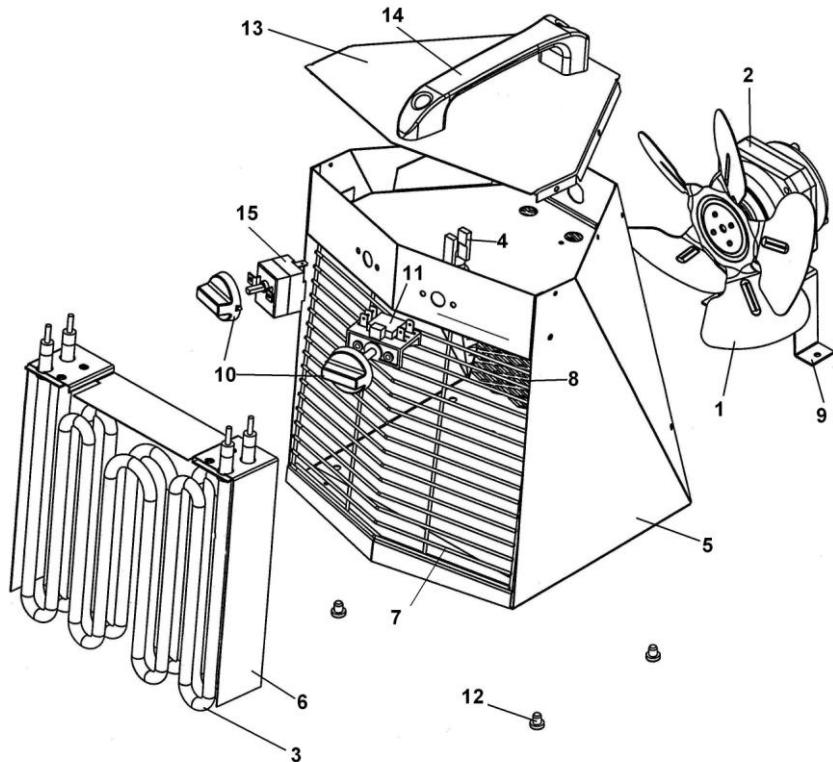

Рис.1
Соответствие положений ручки переключателя режимов работы (10) (рис.1):
Переключатель 11 (рис.1) на четыре положения предназначен для установления режимов работы.
Термостат 4 (рис.1) отключает ТЭНЫ в случае аварийного (ненормального) режима работы (перекрыто входное или выходное отверстие, перегрев вследствие остановки электродвигателя).
Терморегулятор (капиллярный термостат) 15 (рис.1) в тепловентиляторе ТТ-ЗТК предназначен для автоматического поддержания температуры в помещении на заданном уровне. При достижении заданной температуры терморегулятор отключает нагревательные элементы, оставляя включенным вентилятор. При понижении температуры всасываемого воздуха на 3-5°C вновь включает нагрев.
Установить переключатель режимов работы (11) рис. 1 тепловентилятора в положение «О» (отключено).
Переключатель режимов (11) рис.1 установить в выбранный режим. Установка режима автоматического поддерживания температуры для тепловентилятора ТТ- ЗТК выставляется следующим образом:
Ручку терморегулятора (10) рис.1 повернуть против часовой стрелки до упора;
Переключатель режимов работы (11) рис. 1 установить в положение нагрева. В этом случае тепловентилятор работает в режиме вентилятора. Плавно поворачивать ручку терморегулятора (10) рис.1 по часовой стрелке до щелчка включения терморегулятора, который произойдет при совпадении установки терморегулятора с температурой окружающего воздуха. Повернуть ручку терморегулятора (10) рис. 1 по часовой стрелке еще на некоторый угол. Терморегулятор не имеет отградуированной шкалы по температуре и установка ручки на желаемую температуру в помещении уточняется (определяется) потребителем в процессе эксплуатации.
установить переключатель режимов работы (11) рис. 1 в режим вентилятора «1». В этом режиме крыльчатка будет вращаться, а ТЭНЫ будут отключены.
Установить переключатель режимов (11) рис. 1 в положение «О» - отключено. В случае длительного перерыва в работе тепловентилятора вынуть вилку шнура питания из розетки.
Термостат 4 (рис.1) при ненормальном режиме работы тепловентилятора срабатывает и отключает ТЭНЫ.
переключатель режимов работы (11) рис. 1 установить в положение «О» (отключено); выяснить и устранить причину, вызвавшую срабатывание термовыключателя; переключатель режимов (11) рис. 1 установить в положение «1» (вентилятор) и по наличию воздушного потока убедиться во вращении крыльчатки. После этого можно включить нагрев.